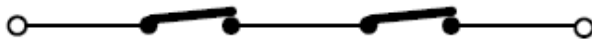

Fig. 12
N.B.: Dacă două sau mai multe dispozitive au aceeași funcție (deschidere sau închidere), acestea trebuie conectate una la cealaltă în serie (vezi fig. 12). Trebuie folosite contacte N.C.
Pentru a instala mai multe dispozitive Stop, conectați contactele N.C. în serie (vezi fig. 12).